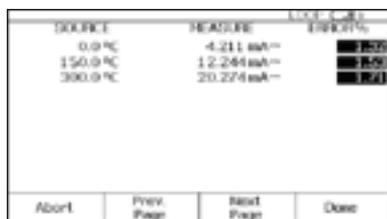

Figura 13.
4. Pressione a tecla de função **Auto** (Automático) para iniciar a calibração. Quando o teste é concluído, uma tabela de resumo de erros é exibida (Figura 13). Os erros de teste que excedam a tolerância são realçados. Quando terminar de examinar a tabela, pressione a tecla de função **Done**. Pressione **Done** novamente para aceitar ou **ENTER** para mudar os campos de identificador, número de série ou ID.